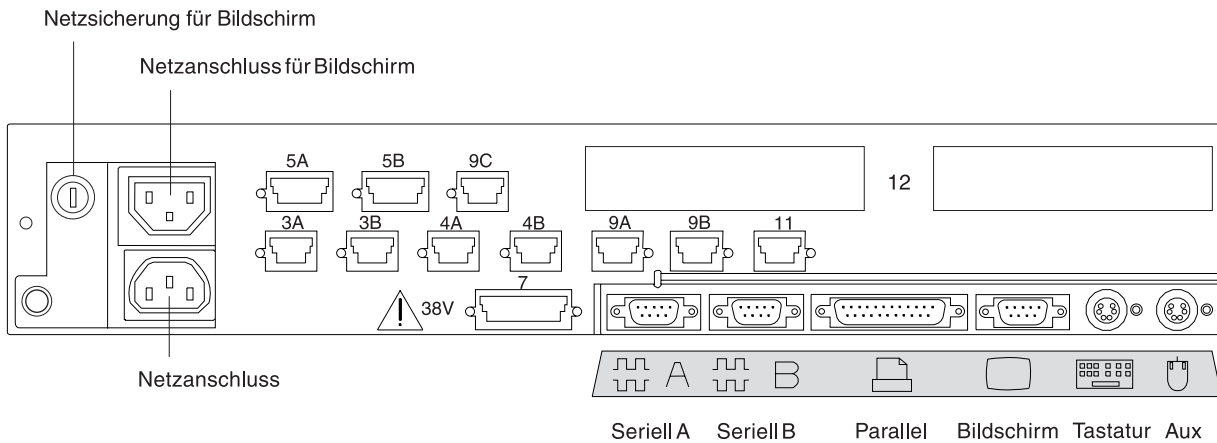

Abbildung 82. Rückseite der Datenkasse IBM 4693-4x1
- 7. In Abb. 82 die Buchsen, an die die Kasseneinheiten angeschlossen werden sollen, durch ein X kennzeichnen: